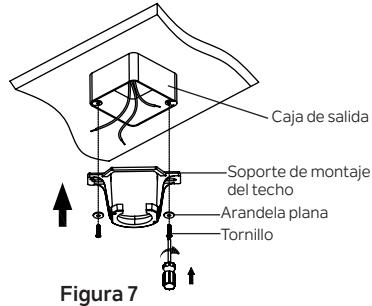

Figura 7
**Paso 1.** Antes de conectar el ventilador a la caja de salida (no incluida), asegúrese de que la caja de salida esté bien sujetada a al menos dos puntos de un miembro estructural del techo (una caja suelta hará que el ventilador oscile). Pase los cables de suministro de 120 voltios desde la caja de salida del techo a través del centro del soporte de montaje del techo. Instale el soporte de montaje en la caja de salida en el techo usando los tornillos y las arandelas incluidos con la caja de salida. (Figura 7)